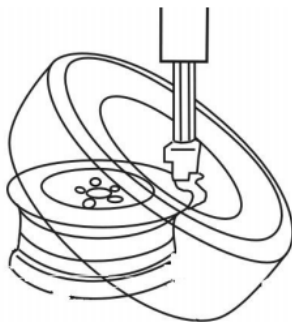

Abb.13
- Legen Sie den Reifenwulst mit der linken Seite nach oben auf die Felge, ziehen Sie den Schwenkarm zurück und platzieren Sie ihn in seiner Arbeitsposition wie in Abb.13.